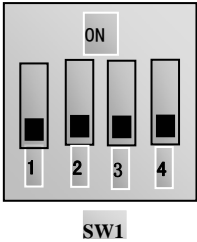

图 4-4 拨码开关
- (2) 按方式键，进入编程菜单。
- (3) 设置变频器的功能参数：
①进入 F203 参数，设置为 1，选择模拟 A11，0~5V 电压端子频率设定方式；
② 进入 F208 参数，设置为 1，选择方向端子（OP5 设置为自由停机，OP4 设置为反转；OP6 设置为正转）控制运行；
(4)对于三相变频器控制端子排附近有一四位红色拨码开关 SW1，如图 4-4 所示。拨码开关的作用是选择电压型模拟量输入端子 A11 的输入范围（0~5V/0~10V）。实际使用时通过 F203 来选择模拟量输入通道。按图示把开关 1 和 3 拨到 OFF 位置，选择 0~5V 电压调速。